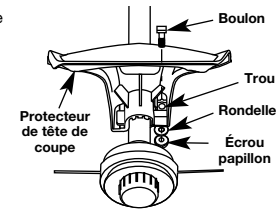

Fig. 8
3. Mettez la rondelle sur le bouchon, puis vissez l'écrou à oreilles et serrez. La figure 8 montre le processus d'installation vu d'en dessous de l'appareil.